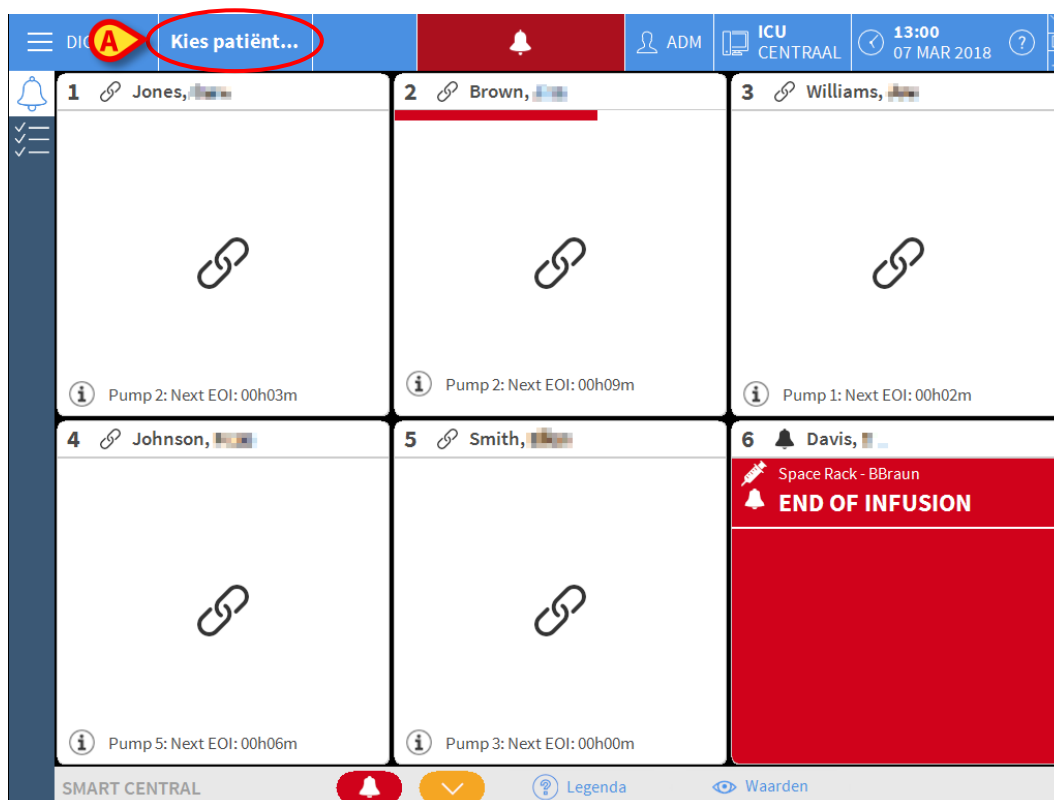
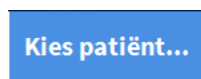

Fig 92
Fig 93
- klik op de toets **Patiënt** op Control Bar (Fig 92 **A** en Fig 93).